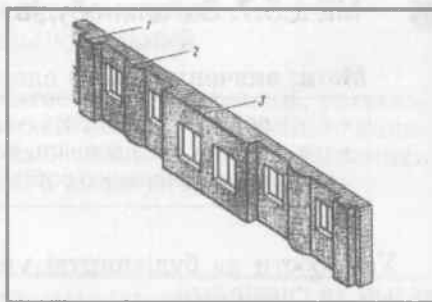

Рис. 46. Зовнішній вигляд зовнішньої стіни з місцевим стовщенням:
- *прістінки* – вертикальні потовщення (до 250 мм) протяжної ділянки стіни (рис. 46).